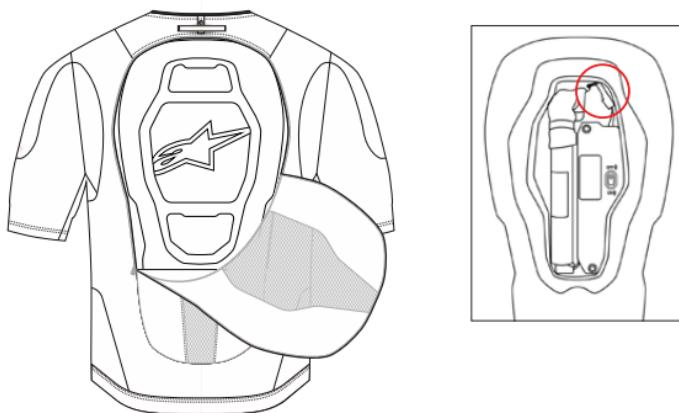

图 23：断开 LED 显示屏 (3) 的连接
1. 断开 LED 显示屏 (3) 的连接 - 首先，将系统放置在平坦的表面上，最好放在工作台或桌子上，系统正面朝下。打开系统背面的拉链，即可接触到后保护装置 (4)。打开背部保护装置 (4) 上带有魔术贴的背盖，断开 LED 显示屏 (3) 的连接器，如图 23 所示。